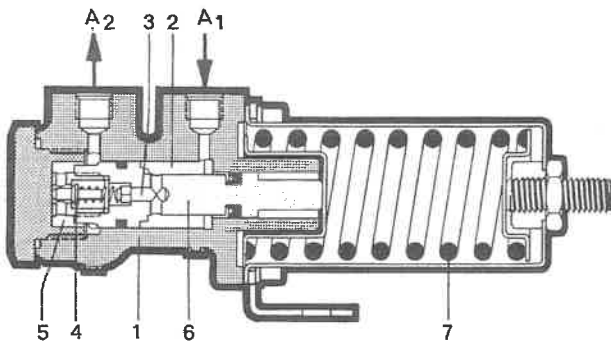

Fig. 5
**Bremskraftregler BR mit Umschaltpunkt Fig. 5**